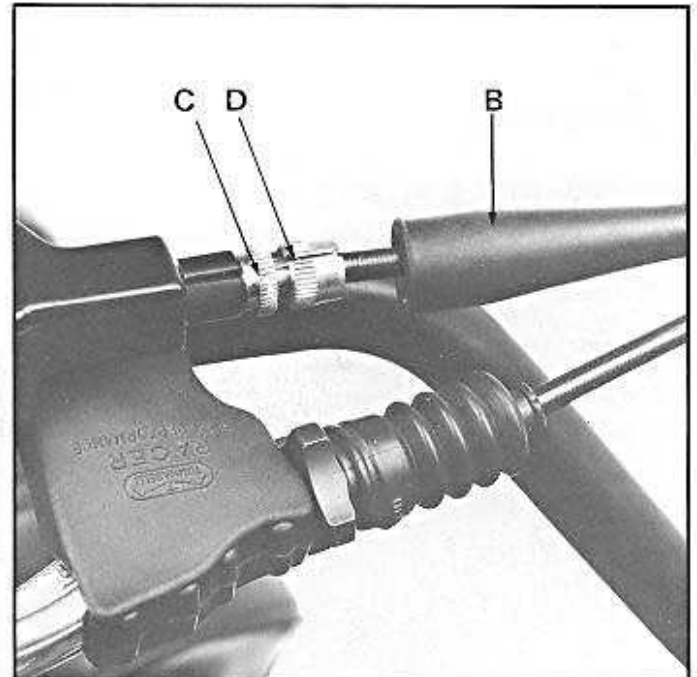

Fig. 76
- Repousser le manchon caoutchouc (B) fig. 76 protégeant l'entrée du câble dans la poignée tournante.
- Desserrer le contre-écrou du tendeur (C) fig. 76.
- Visser ou dévisser le tendeur (D) fig. 76, pour que le câble ait un jeu normal de 0,5 à 1 mm.
- Rebloquer le contre-écrou (C).
- Remettre en place le manchon protecteur (B).